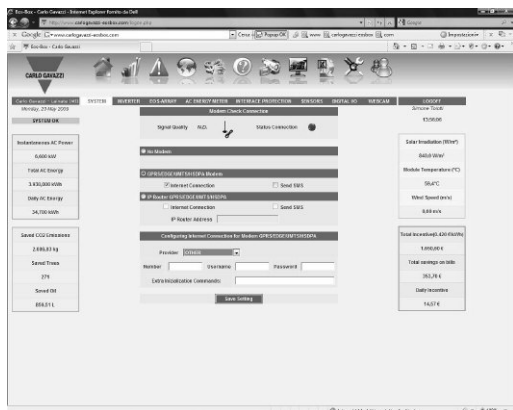

Fig. 20
- **Modem (Fig.19 et Fig.20):** ce sous-menu permet non seulement de configurer le modem sans fil connecté mais aussi de vérifier qu'il fonctionne. Les paramètres suivants peuvent être réglés: pas de modem; modem GPRS/EDGE/UMTS/HSDPA avec connexion internet et/ou SMS; routeur IP basé sur GPRS/ EDGE/ UMTS/HSDPA avec connexion internet et/ou SMS et adresse IP routeur; configuration de la connexion Internet en sélectionnant aussi le fournisseur d'accès Internet.